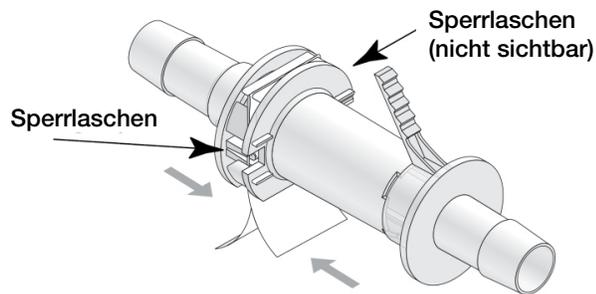

Abbildung 5.38. Konnektoren zusammendrücken.
3. Nachdem die Konnektoren ordnungsgemäß ausgerichtet wurden, drücken Sie die beiden Konnektoren fest zusammen, bis beide Sperrlaschen fest ineinander einrasten (Abbildung 5.38).